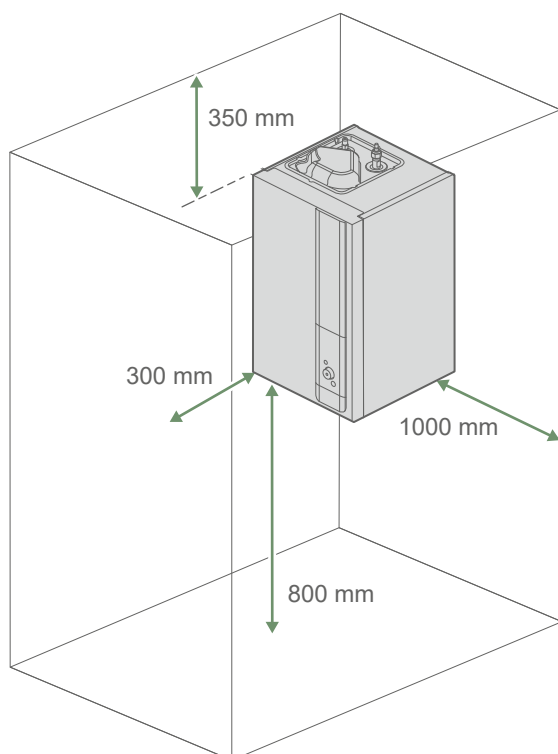

fig. 18 - Dégagements minimum d'installation autour du module hydraulique pour l'entretien
- En fonctionnement, de l'eau peut s'évacuer de l'unité extérieure. Ne pas installer l'appareil sur une terrasse, mais préférer un endroit drainé (lit de graviers ou sable). Si l'installation est réalisée dans une région où la température peut être inférieure à 0°C pendant une longue période, vérifier que la présence de glace ne présente aucun danger. Il est aussi possible de raccorder un tuyau d'évacuation sur le bac de récupération de condensats (option) ("Fig. 18 page 17).